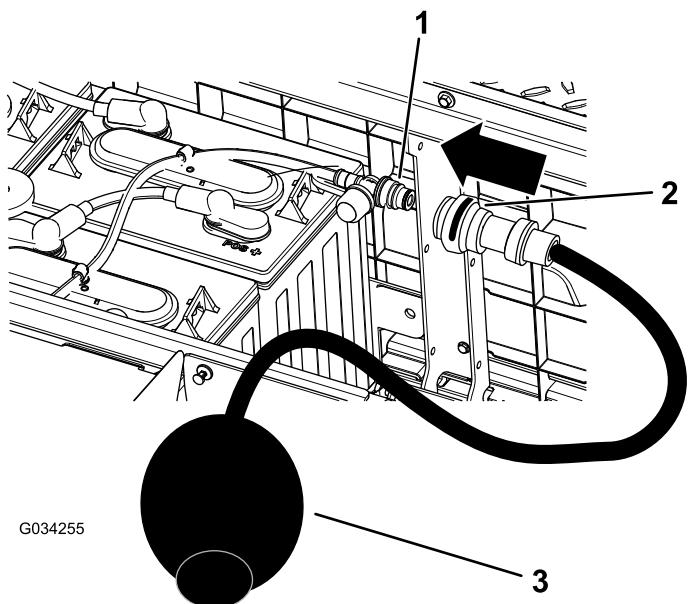

Рисунок 38
4. Подсоедините ручной водяной насос Того к отверстию для заливки воды (Рисунок 38).